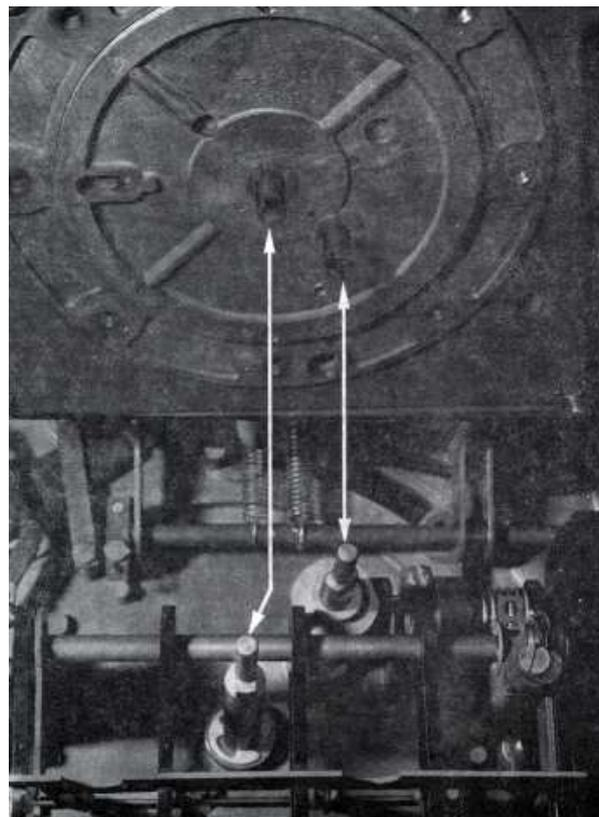

Figure 7. Alignement de l'axe avant Installation de l'Indicateur sur le Prédéterminateur
12. Monter l'indicateur au dessus du prédéterminateur et veillez à bien aligner les deux axes (Figures 7 et 8). Fixer les appareils ensemble à l'aide de 4 écrous.